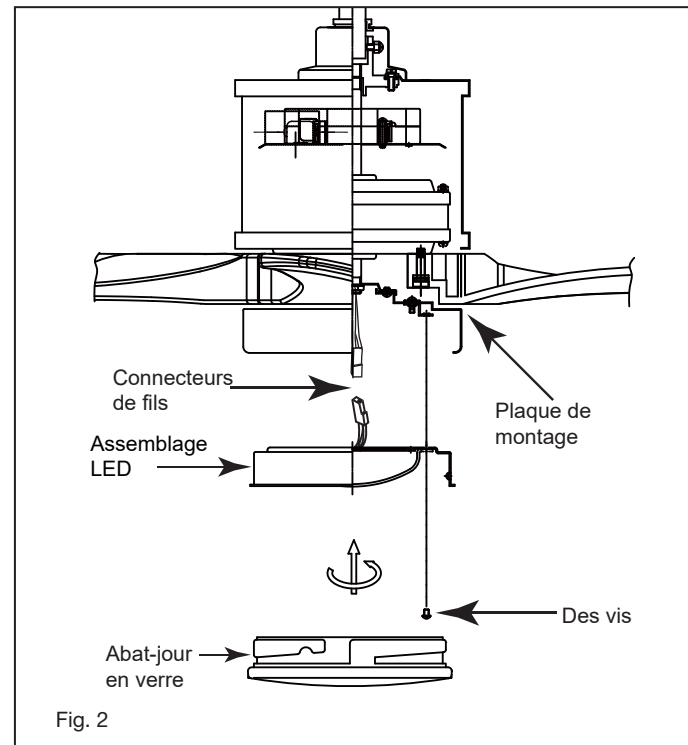

Fig. 2
- 4 Retirez l'une des trois vis de la plaque de montage située sur le moteur du ventilateur. Desserrez les 2 autres vis. (Ne pas retirer) (Fig.2)
- 5 Tout en tenant l'ensemble LED sous votre ventilateur, effectuez les connexions des fiches polarisées: (Fig.2)